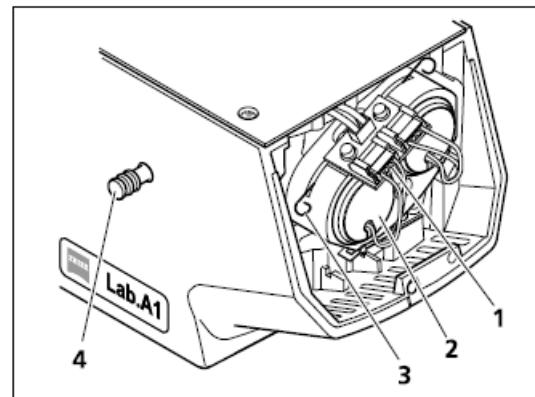

图. 3-24 取出 LED 模块
- | 使用推拉杆(图 3-24/4)来转动模块使其处于中心位置(使用位置)
- | 将要更换的 LED 模块(图 3-24/2)的连接线(图 3-24/1)从连接的接口处拔下,向上掰开灯泡卡位弹簧夹(图 3-24/3),将需要更换的 LED 模块(图 3-24/2)取出